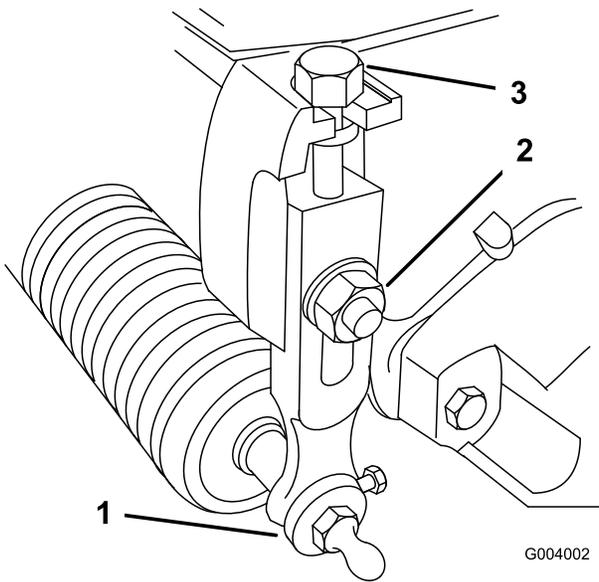

Bild 8
1. Lösen Sie die Sicherungsmuttern, mit denen die Schnitthöhenarme an den Seitenplatten des Mähwerks befestigt sind (Bild 8).